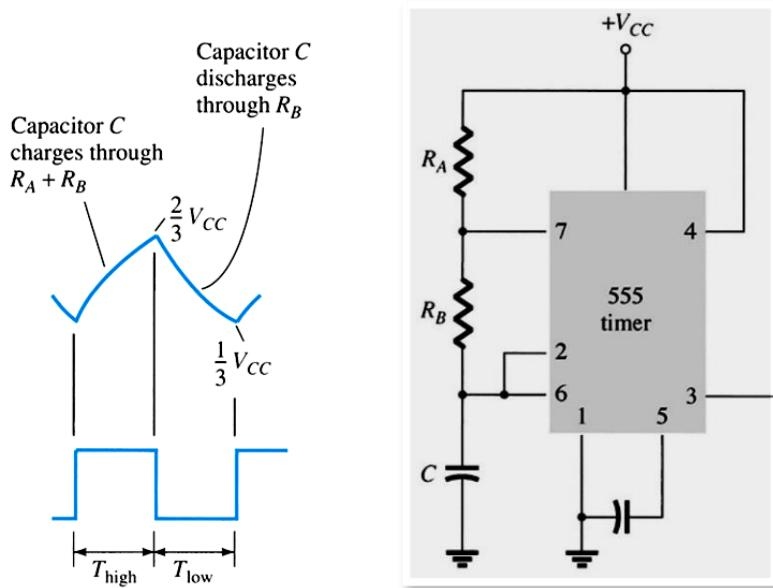

Figura 1 – CI 555 operando como gerador de forma de onda quadrada.
**Questão 1** – Explicar o modo de operação do CI 555, montado conforme o esquema da Figura 1.